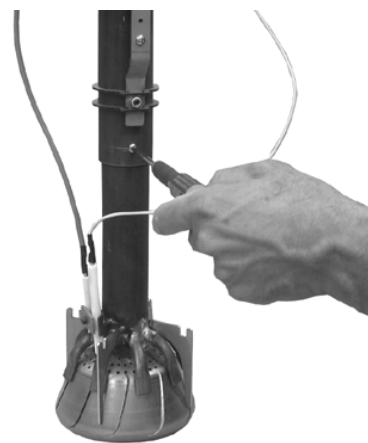

Рис. 17
- 6 Установить патрубок на горелке, обращая внимание на обозначения, изображенные на Рис. 17.